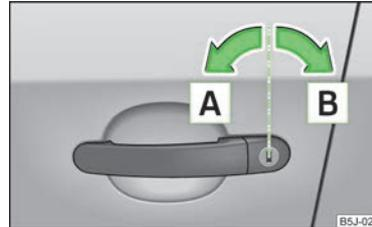

Abb. 12
- Den Schlüssel im Schließzylinder der Fahrertür in die Fahrtrichtung (Entriegelungsstellung) **A** drehen » Abb. 12.
- Den Schlüssel im Schließzylinder der Fahrertür entgegen der Fahrtrichtung (Verriegelungsstellung) **B** drehen » Abb. 12 auf Seite 28.